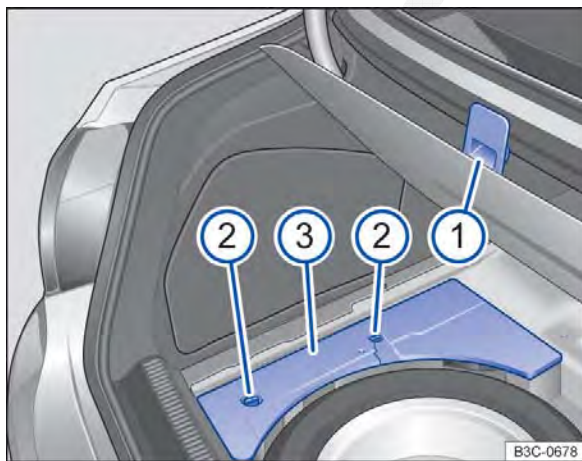

Fig. 226 No compartimento de bagagem, sob o revestimento do assoalho preso ①: roda sobressalente e cobertura ③ das ferramentas de bordo.
Em uma peça de espuma sob o revestimento do assoalho:	– Prender o revestimento do assoalho na borda superior do compartimento de bagagem ⇒ Fig. 226 ①. – Girar o fecho rápido ② em 90° para retirar a cobertura ③ das ferramentas de bordo.